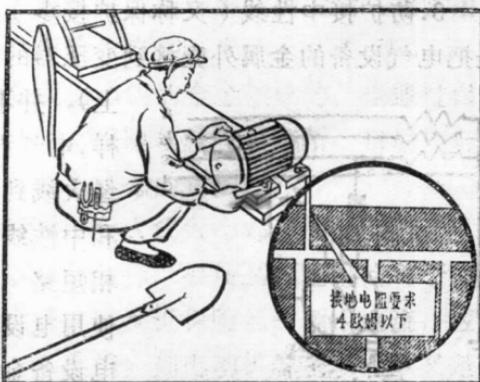

图 2 防护接地
2. 防护接地（又称保护接地）：就是把电气设备（如电动机等）的金属外壳，用一定的方式和大地连接起来。采用保护接地的电气设备，如果绝缘损坏了，电流就通过金属外壳的接地线流入大地，使电气设备的金属外壳不带电，这样就可避免触电。反过来说，如果电气设备金属外壳不接地，在电气设备因绝缘损坏而漏电时，人们接触到它的外壳就要触电。因此，电气设备的金属外壳一定要安装合乎要求的接地线（图2）。